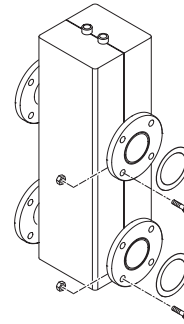

Fig. 8
1.11 COMPENSATORE IDRAULICO COD. 8101552 PER "MURELLE EQUIPE 220-330" (da richiedere a parte) (fig. 8)